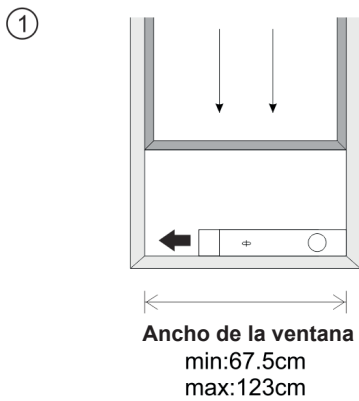

Fig. 5
La forma de instalación del kit de deslizamiento de la ventana es principalmente en “horizontal” o “vertical”. Como se muestra en la Fig.5 y Fig.5a, compruebe el tamaño mínimo y máximo de la ventana antes de la instalación.
1. Instale el kit de ventana en la ventana (Fig.5, Fig.5a);